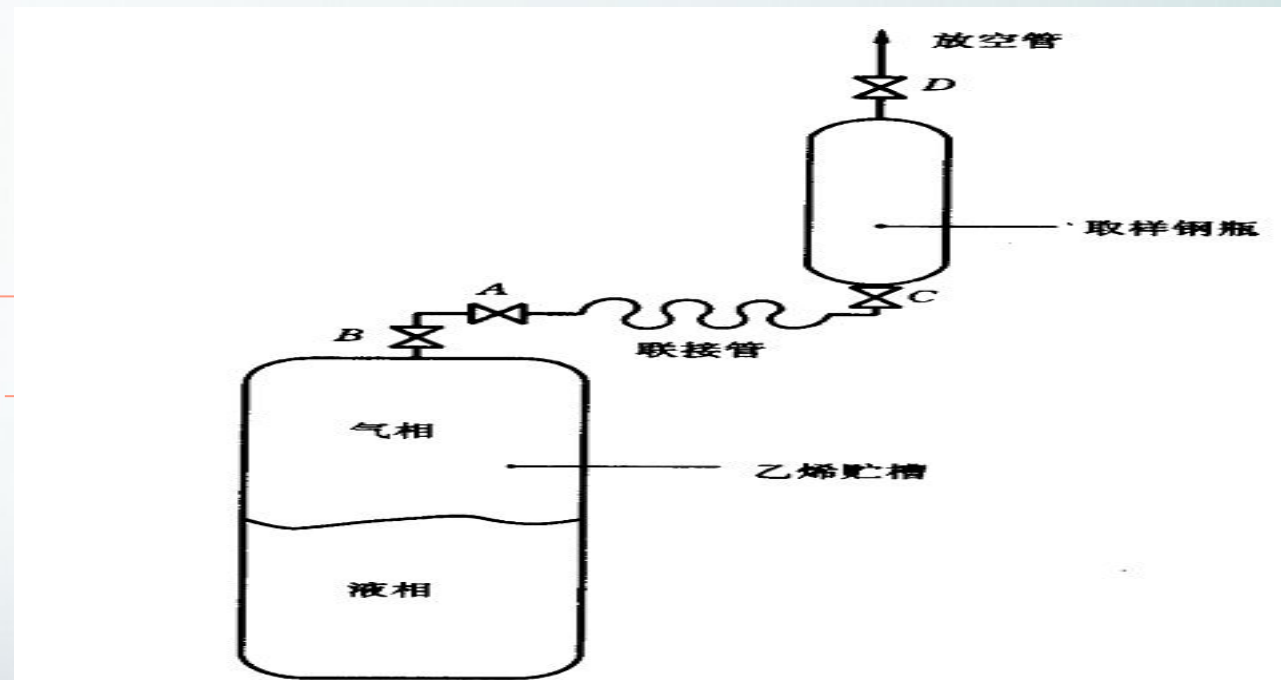

图2气态液化气采样装置
- ❖ 气态采样装置示于图2。
❖ **2.1**准备洁净的采样器。如图2所示连接采样装置。